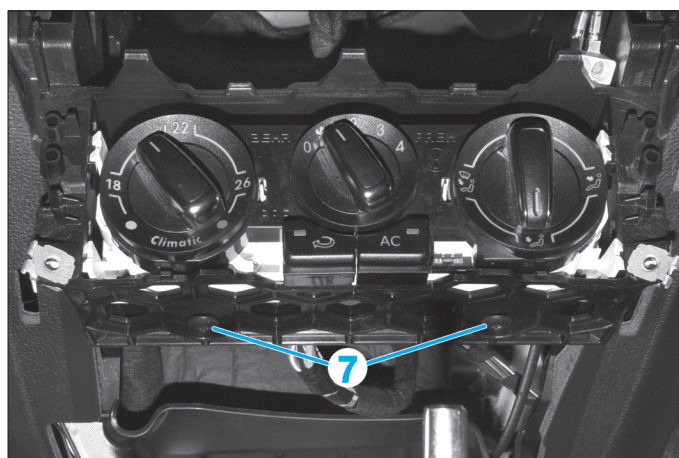

FIG. 40
- Déposer les 2 vis (7) (Fig.40).